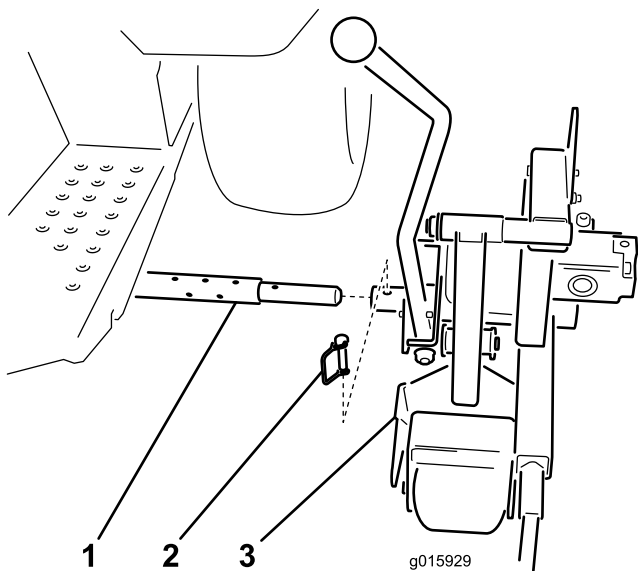

Bild 5
1. Schieben Sie die Drehstange des Schneidkopfs auf das Querrohr (Bild 5).
2. Befestigen Sie den Schneidkopf mit dem Anbauvorrichtungsstift am Querrohr (Bild 5).